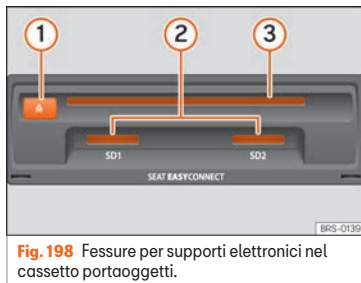

Fig. 198 Fessure per supporti elettronici nel cassetto portaoggetti.
- Il CD va inserito nell'apposita fessura **» fig. 198 ③** fino al punto in cui scatta il meccanismo di auto-introduzione.
Inserire la scheda di memoria compatibile con l'angolo smussato in avanti e la scritta verso l'alto (i contatti verso il basso) nello slot **» fig. 198 ②** o **» fig. 173 ⑨**. Quando è inserita completamente, la scheda deve compiere uno scatto.